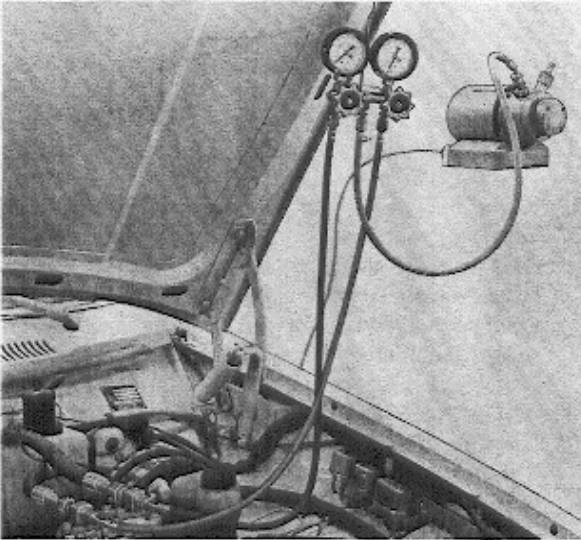

Abb. 8-47 Anschlußweise der Vakuumpumpe
2. Der blaue Schlauch vom Unterdruckmanometer wird an den Anschluß auf der Saugseite des Kältemittelkompressors angeschlossen (Erkennung am Zylinderkopf: „suction“). Der rote Schlauch vom Hochdruckmanometer wird an den Anschluß auf der Druckseite des Kältemittelkompressors angeschlossen (Erkennung: „dish“). Der mittlere, weiße Schlauch wird am Sauganschluß der Vakuumpumpe angeschlossen (Abb. 8-47). **Hinweis!** Die Schnellverschraubungen dürfen nur von Hand festgeschraubt werden, damit die Dichtungskegel nicht beschädigt werden.